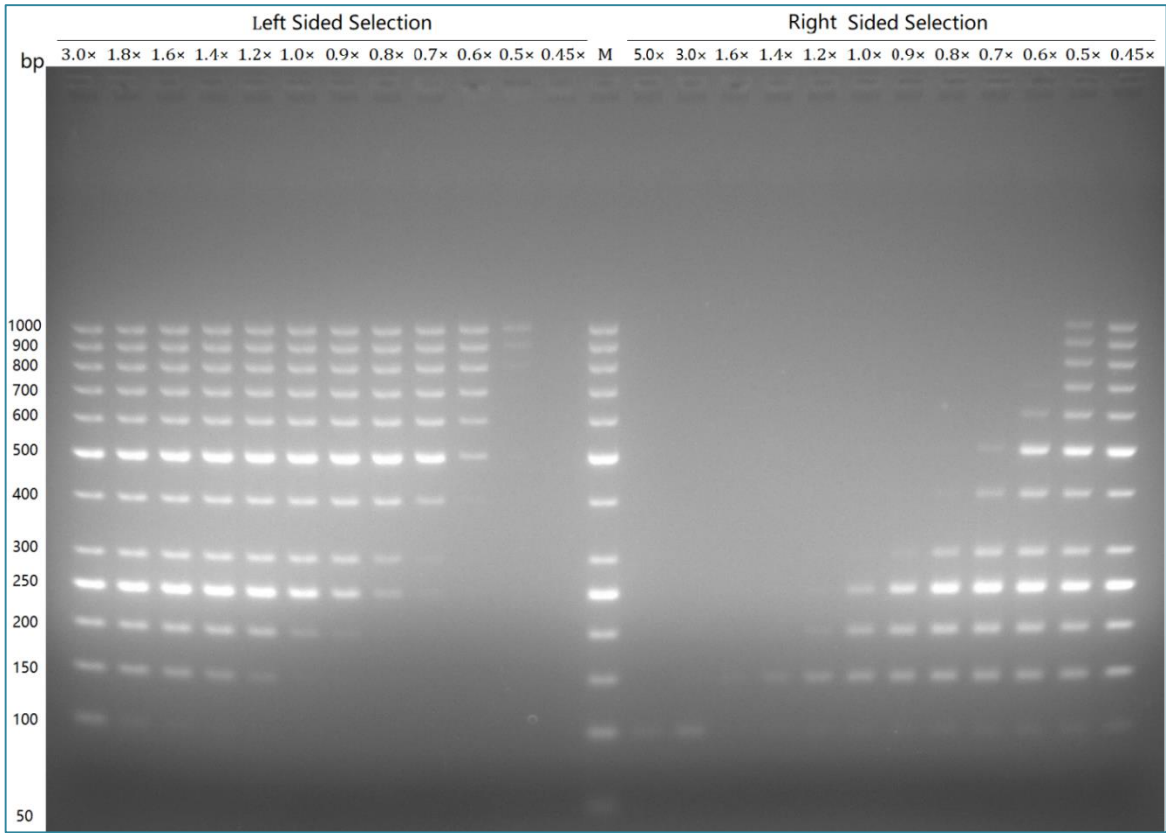

图2： EnrichingBeads® DNA-select Kit 左侧分选和右侧分选效果图
- 1、参照图 2 之 Left Sided Selection 部分，根据分选片段下限需求选择合适的磁珠结合液使用倍数；
表1： 就图 2 中 EnrichingBeads® DNA-select Kit 右侧分选磁珠结合液使用倍数说明
| 图 2 标题组别            | 5.0× | 3.0× | 1.6× | 1.4× | 1.2× | 1.0× | 0.9× | 0.8× | 0.7× | 0.6× | 0.5× | 0.45× |
- 1、 参照图 2 之 Right Sided Selection 部分，根据分选片段上限需求选择合适的磁珠结合液使用倍数；